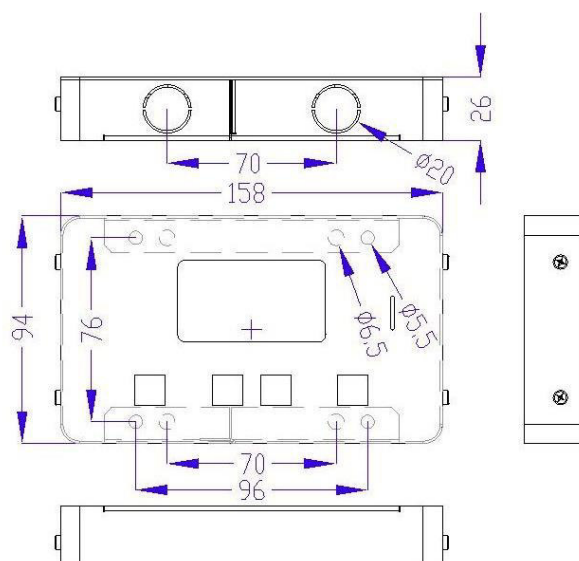

Abb.4 - Abmessungen
- 1) Installieren Sie das **WRD** an einem trockenen Ort. Es hat zwei Befestigungsmöglichkeiten: direkt auf der Platte und mit dem eigenen Behälter (Abb. 4).
- 2) Der hintere Teil bietet Zugang zu den elektrischen Anschlüssen (Abb. 4). Sowohl der Stromversorgungsanschluss als auch der **WBUS**¹-Anschluss sind abnehmbare Klemmen, die einfach zu verdrahten sind. Schließen Sie die Kabel richtig an. Wenn die Stromversorgung über die Batterie erfolgt, wird empfohlen, dass die Sicherung (0,5 A) zum Schutz der Kabel verwendet wird. Schließlich, wenn es verwendet wird, schließen Sie auch das Ethernet-Kabel an.